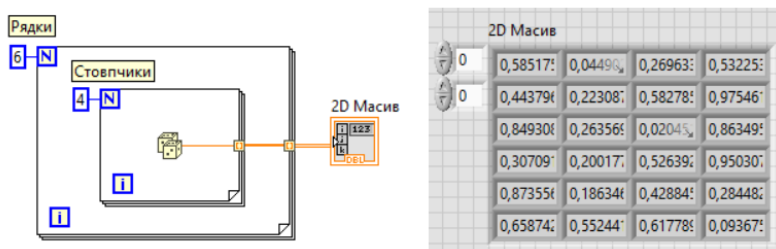

Рис. 19. Блок-діаграма створення 2D масиву
12. Перейдіть на блок-діаграму та зберіть схему, як зображено на рис. 19. Обов'язково після з'єднання всіх провідників, задайте тип масиву (Change to Indicator).